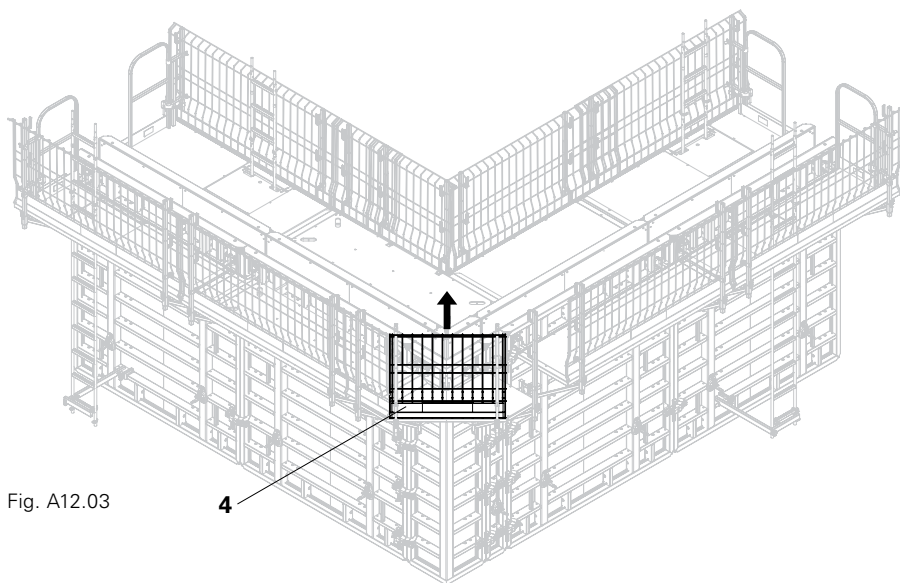

Fig. A12.03
5. Pousser vers le haut la fixation de plinthe bois (3.3) du montant de garde-corps MXK (3).
6. Relever et enlever la barrière de protection grillagée PMB 120 (4). Procéder comme pour la barrière de protection grillagée PMB 90 (18). (Fig. A12.03)